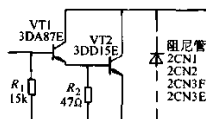

图 5-50 高 h_{FE} 行输出管代换电路
(1) 普通行输出管代换方法。选取一只主要特性 (h_{FE}) 外与高 h_{FE} 行输出管相近的普通行输出管, 再选取一只中功率、高反压管复合后代换高 h_{FE} 行输出管, 具体方法如图 5-50 所示。